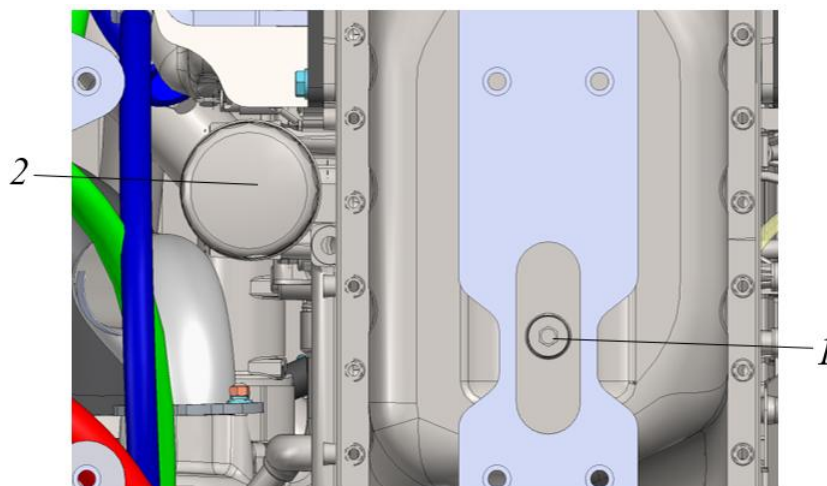

Рисунок 5.7. Расположение сливной пробки масляного картера и масляного фильтра на двигателе
- ▶ Ослабьте сливную пробку поз. 1 масляного картера рис. 5.7;
- ▶ Отвернуть отработанный сменный фильтр поз. 2 (рис. 5.7) от корпуса масляного фильтра.